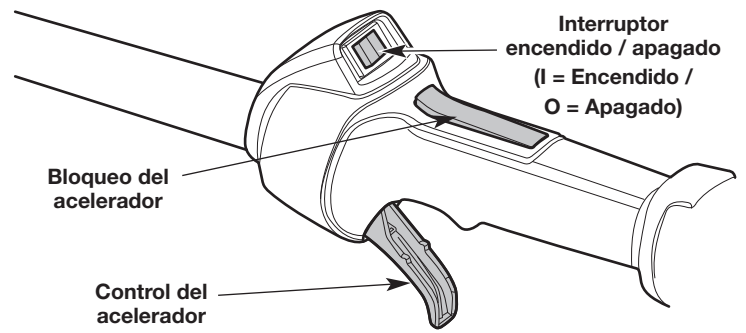

Fig. 14
**NOTA:** No hay necesidad de encender la unidad. El interruptor de Encendido/Apagado debe estar en la posición **Encendido (I)** en todo momento (Fig. 14).
4. Oprima y mantenga apretado el bloqueo del acelerador (Fig. 14). Apriete y mantenga oprimido el control del acelerador (Fig. 14).
2. Oprima y mantenga apretado el interruptor de encendido/apagado en la posición **Apagado (O)** hasta que el motor se pare por completo (Fig. 14).